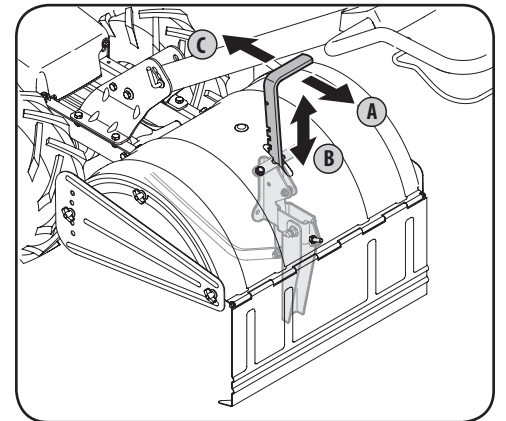

Figure 4-1
Tire la ménsula de ajuste de profundidad hacia atrás (A) y empuje hacia abajo (B) hasta que la ménsula alcance la muesca más alta. Vea la "Figure 4-1". Luego suelte la ménsula (C).
Para ajustar la estaca de profundidad, tire la ménsula de ajuste de profundidad hacia atrás (A) y empuje hacia arriba o hacia abajo (B) hasta que la ménsula alcance la posición deseada, vea la "Figure 4-1", luego suelte la ménsula (C).